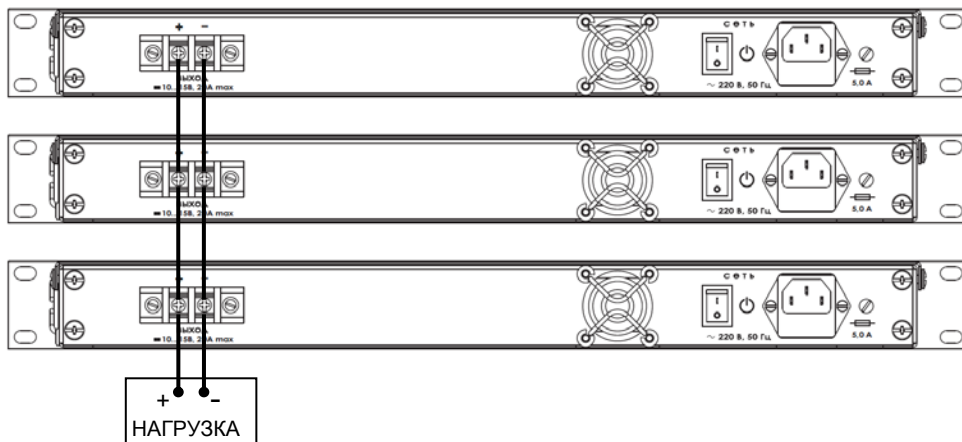
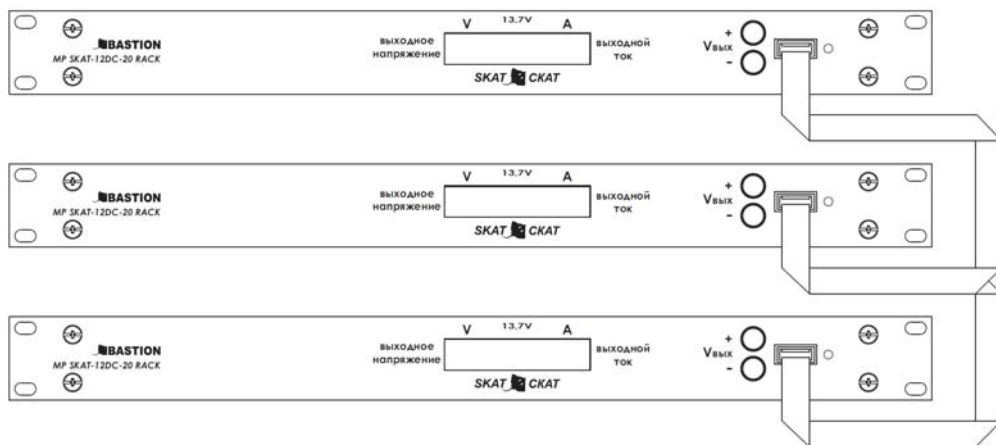

Рисунок 3 – схема объединения модулей по выходу и подключение нагрузки
Рисунок 4 - соединение модулей по каналу связи RS-485
Модуль отличается наличием канала связи с другими модулями питания данной модели для управления выходным напряжением (передача данных в стандарте RS485) и может быть встроен в систему электропитания с высокими токами потребления (см. рисунок 3).
Для реализации схемы резервирования N+1 необходимо выходы нескольких модулей (не более 3шт.) объединить по параллельной схеме (см. рисунок 3). Модули могут быть связаны между собой по каналу связи RS-485 через разъемы (2) с помощью шлейфа связи (входит в комплект поставки, см. рисунок 4). Регулировка напряжения на нагрузке в этом случае может производиться кнопками «+» (3) и «-» (4) любого из связанных между собой модулей.
- при необходимости построения системы резервирования по схеме N+1, следует объединить выходы модулей (см. рисунок 3) и соединить модули шлейфом связи (см. рисунок 4), **нагрузку не подключать**;
- подключить сетевой шнур кабеля (входит в комплект поставки) к разъему (6).